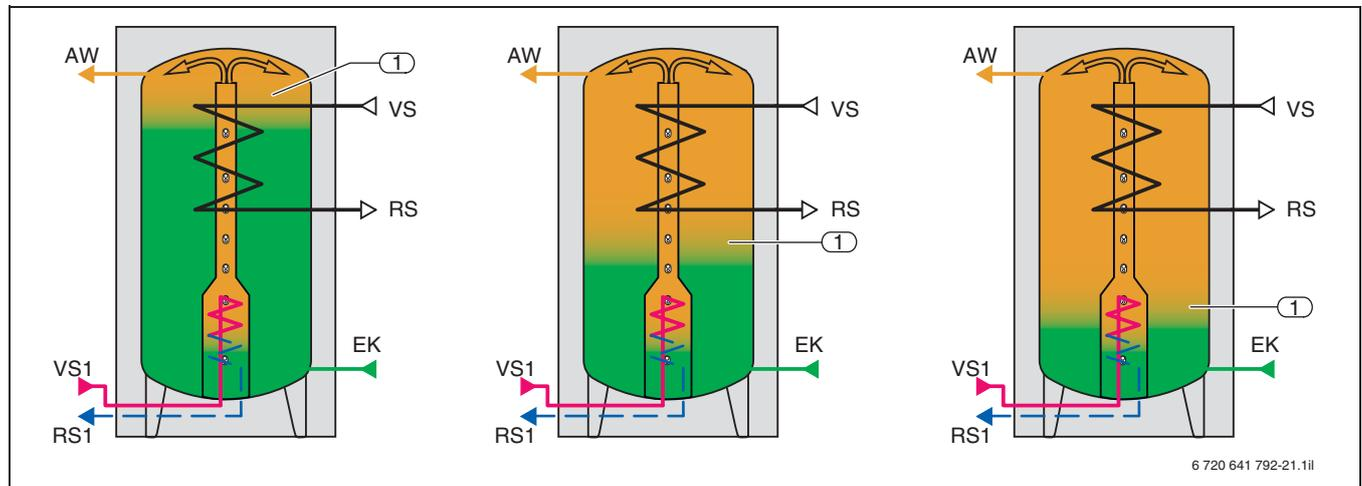

Fig. 21 Processo di carica di un accumulatore ad effetto termosifone in caso di irraggiamento solare totale
L'acqua riscaldata sale rapidamente verso l'alto e dopo breve tempo è a disposizione nella parte disponibile. L'accumulatore si ricarica dall'alto verso il basso (→ fig. 21, pos. 1).